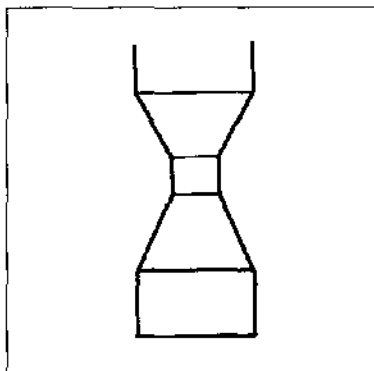

Figura.9-31
- ② Varilla de empuje con OLP (Protector de sobrecarga) (figura.9-31)